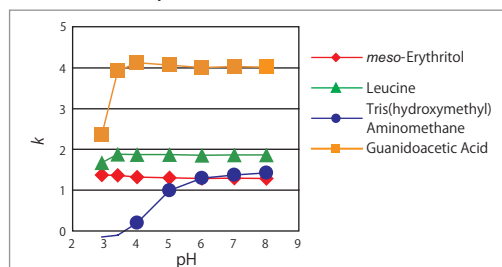

図3. pH と保持との関係
- 中性付近の pH で使用すると保持は大きくなります(図3)。